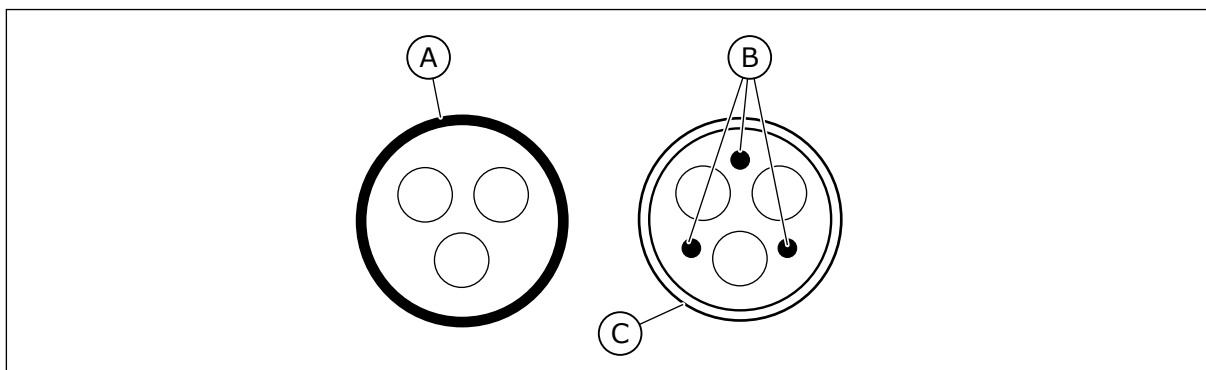

图 36: 具有 PE 导体的电缆
2. 具有同心保护线的对称电源电缆。适用于指定电源电压的电缆。我们建议使用 MCMK 电缆。请参见图 36。
3. 具有紧凑式低阻抗屏蔽层的对称电源电缆。适用于指定电源电压的电缆。我们建议使用 MCCMK 或 EMCMK 电缆。我们建议电缆传输阻抗 (1...30MHz) 最大为 100 mΩ/m。请参见图 36.* = 对于 EMC C2 级别，电机端具有电缆密封套的屏蔽层必须 360° 接地。